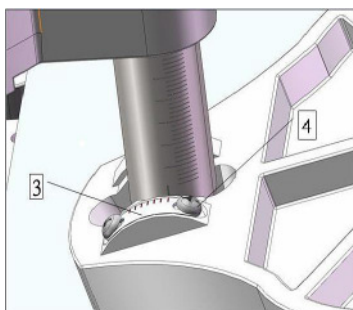

Abb. 10: Winkel der Führungsplatte einstellen
Schritt 2: Die Schrauben (4, Abb. 10) lösen, den Nullpunkt der Skala (3) genau auf den 90°-Winkel ausrichten und die Schrauben (4) wieder festziehen.